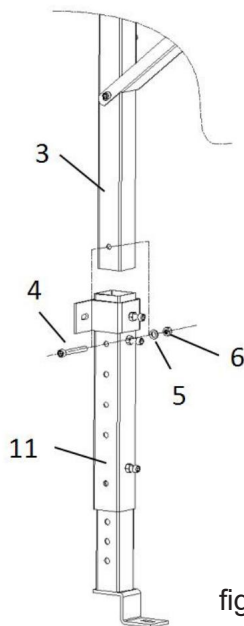

figure 5
Le support étendu (11) peut être réglable. Voir la figure 5.
B. Répétez les étapes ci-dessus pour assembler l'autre support d'échelle supérieur au support étendu (11) .